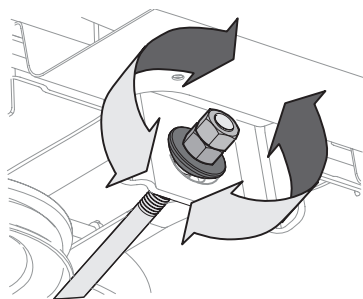

Figure 25
4. Pour **relever** l'avant du plateau de coupe, desserrez l'écrou supérieur, puis serrez l'écrou inférieur (tournez vers la droite) (Figure 25). Après avoir effectué le réglage approprié, serrez l'écrou à un couple de 25 à 30 pi-lb (34 à 41 N-m).
5. Pour **abaisser** l'avant du plateau de coupe, desserrez l'écrou supérieur, puis desserrez l'écrou inférieur (vers la gauche) (Figure 25). Une fois le réglage approprié effectué, serrez l'écrou supérieur.